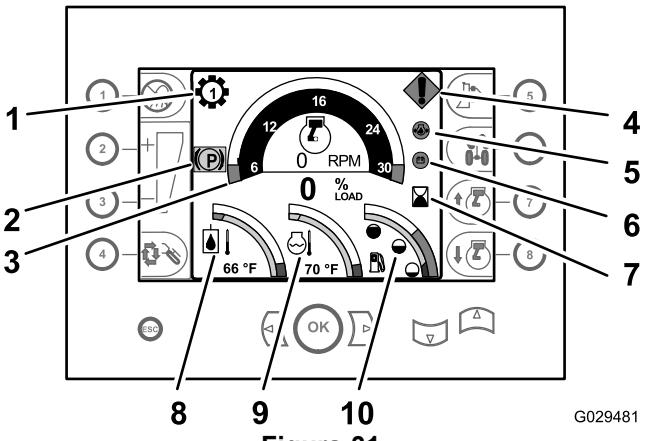
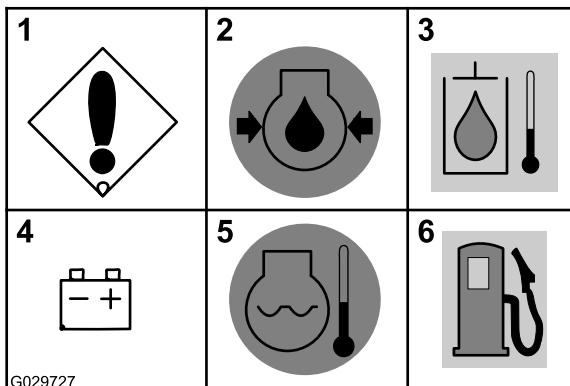

Figura 31
Figura 33
- **Indicatore della marcia:** questo indicatore mostra quale marcia è selezionata per la trasmissione (marce da 1 a 4) ed è visualizzato in alto a sinistra del contagiri (Figura 31).
- **Contagiri:** il contagiri riporta la velocità del motore in giri al minuto (giri/min). Il contagiri è visualizzato nella parte centrale superiore del display del centro di comando (Figura 31).
- **Contaore:** il contaore indica il numero di ore di funzionamento del motore. È visualizzato nell'area centrale a destra del display di comando, a destra del contagiri (Figura 31).
- **Indicatore della temperatura del fluido idraulico:** questo indicatore visualizza la temperatura operativa del fluido idraulico ed è visualizzato nell'area in basso a sinistra del display di comando (Figura 31).
- Indicatore della temperatura del refrigerante:** questo indicatore riporta la temperatura del refrigerante nell'impianto di raffreddamento del motore. È visualizzato nella parte centrale inferiore del gruppo strumentazione (Figura 31).
- Indicatore di livello del carburante:** questo indicatore visualizza il livello restante di carburante nel serbatoio ed è situato nell'area inferiore destra del display di comando (Figura 31).
- Indicatore freno di stazionamento innestato:** questo indicatore viene visualizzato quando il freno di stazionamento è innestato (Figura 31). L'indicatore scompare quando rilasciate il freno di stazionamento.
- Errore macchina o motore:** questo messaggio viene visualizzato se la macchina o il motore subisce un guasto. La causa del guasto è indicata nella Diagnostica del pannello strumentazione (Figura 33).
- Bassa pressione dell'olio del motore:** questo messaggio di avvertenza viene visualizzato se la pressione dell'olio del motore è pari o inferiore a 90 Kpa (13 psi) (Figura 31 e Figura 33).
- Alta temperatura dell'olio idraulico:** questo messaggio lampeggiava se l'olio nell'impianto idraulico ha una temperatura di 102° C o superiore (Figura 33).
- Controllate l'alternatore o la batteria:** questo messaggio viene visualizzato se la tensione dell'alternatore e della batteria è pari o inferiore a 12 Volt (Figura 31 e Figura 33).
- Motore surriscaldato:** questo messaggio lampeggiava se il refrigerante del motore ha una temperatura di 104° C o superiore (Figura 31 e Figura 33).